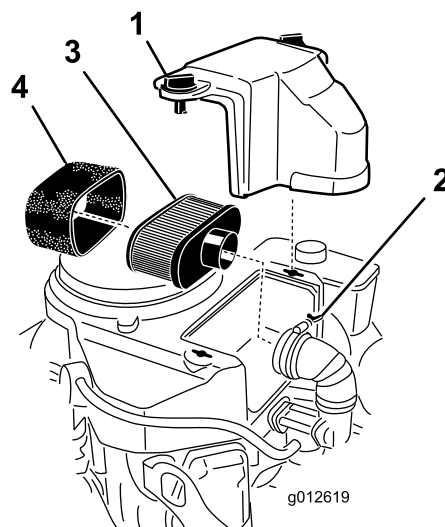

Figura 28
3. Limpie alrededor del limpiador de aire para evitar que la suciedad penetre en el motor y cause daños (Figura 28).
4. Afloje los pomos de la tapa y retire la tapa del limpiador de aire (Figura 28).
5. Afloje la abrazadera y retire el conjunto del limpiador de aire (Figura 28).
6. Retire cuidadosamente el filtro de espuma del filtro de papel (Figura 28).
1. Limpie el elemento de papel golpeándolo suavemente para eliminar el polvo. Si el elemento de papel está muy sucio, cámbielo (Figura 28).
1. Deslice cuidadosamente el elemento de espuma sobre el elemento de papel (Figura 28).
2. Coloque el conjunto del limpiador de aire sobre la base o la manguera y sujételo (Figura 28).
- Coloque en su posición la cubierta del limpiador de aire y apriete los pomos de la cubierta (Figura 28).